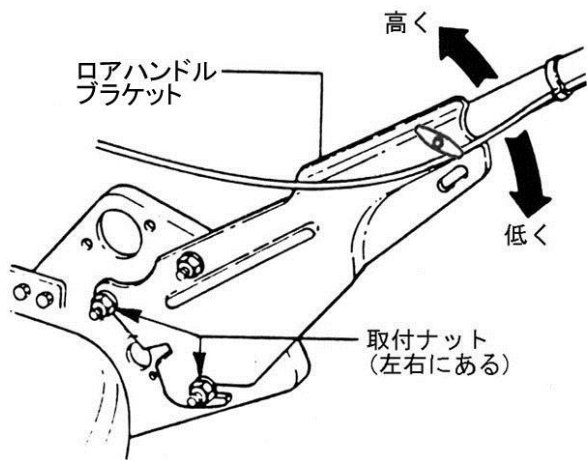

図 4-6
1. ロアハンドルブラケットの取付ナット(左右2ヶずつ)を緩めます。(図4-6)